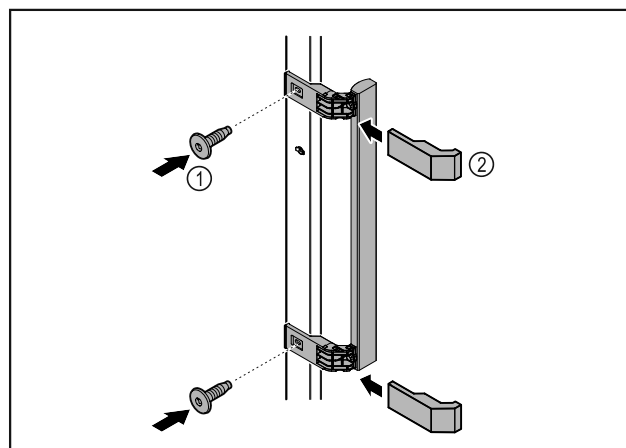

Fig. 6
- Монтирайте дръжката от пакета с принадлежности с приложените винтове Fig. 6 (1) на вратата.
- Нахлузете капака Fig. 6 (2).